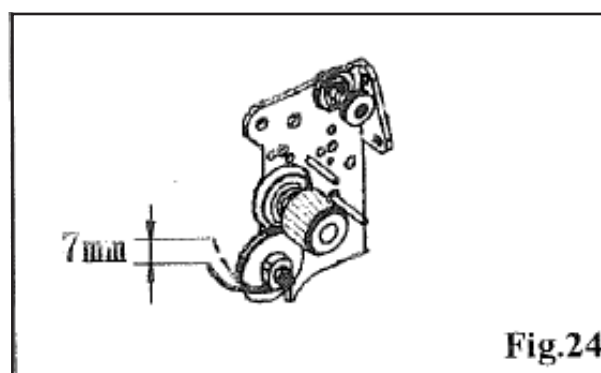

Fig.24
k) Mola do Estica Fio (Fig. 24)